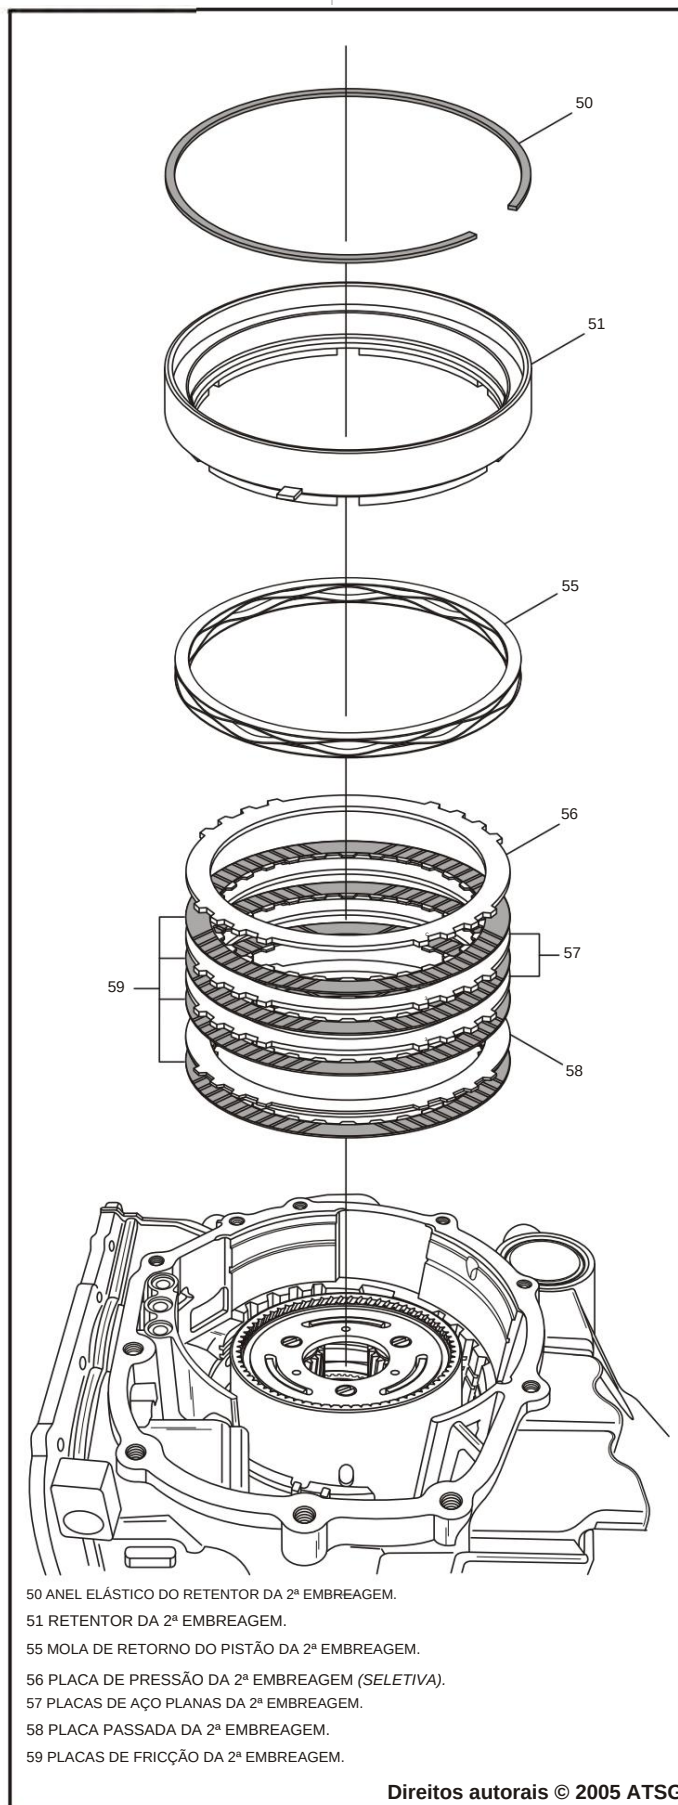

Figura 48
45. Remova o anel elástico que retém o retentor do pistão da 2ª embreagem, conforme mostrado na Figura 48.
46. Remova o retentor da 2ª embreagem e o conjunto do pistão, conforme mostrado na Figura 48.
48. Remova a mola de retorno do pistão da 2ª embreagem, conforme mostrado na Figura 48.
49. Remova o 2º conjunto de embreagem da caixa da transmissão, conforme mostrado na Figura 48.